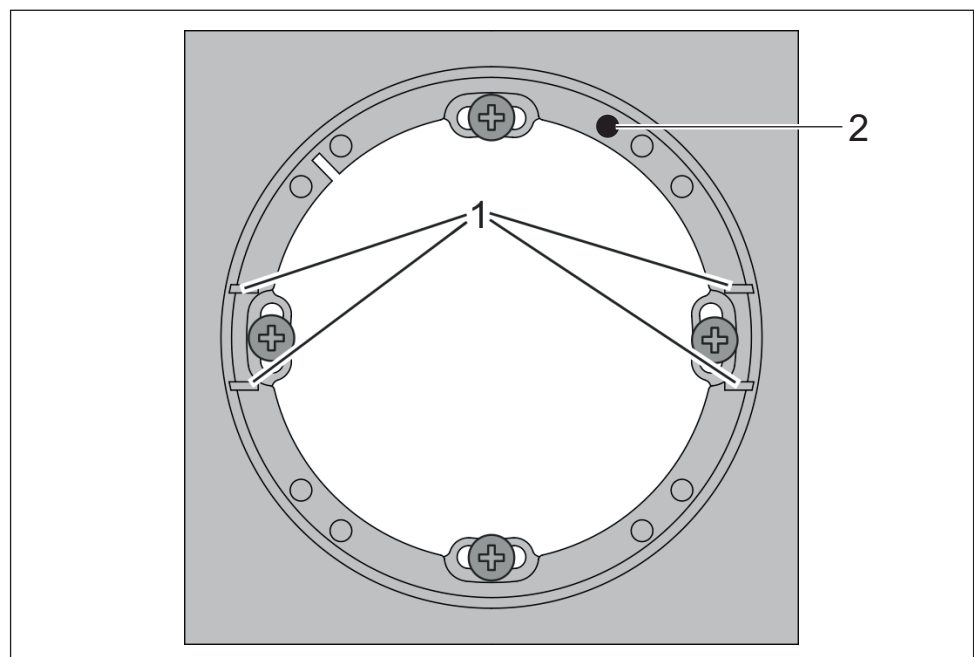

Fig. 12: Cadre, lecteur WRU 200
2. Visser le cadre du lecteur au boîtier d'interrupteur pré-installé. Veiller à ce que les rails de support pour le lecteur se trouvent à droite et à gauche (Fig. 12/1) et que le marquage noir (Fig. 12/2) soit situé en haut.